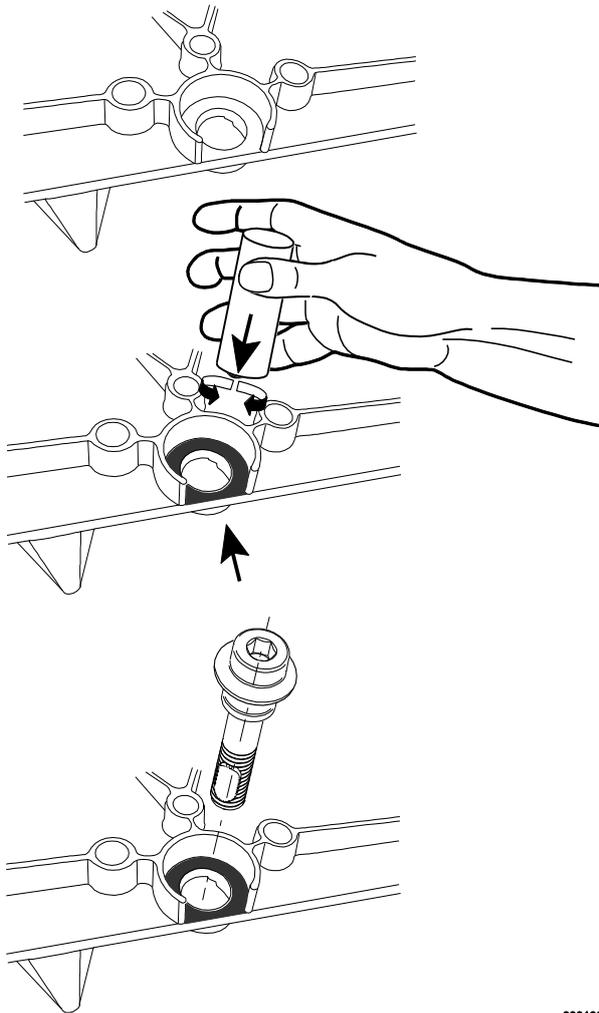

Abb. 86: Auftragen der Keramikpaste (Sach-Nr. 96.38564-7202)
- ➔ Tragen Sie Keramikpaste auf, wenn dort keine oder zu wenig vorhanden ist (s. Abb. 86).